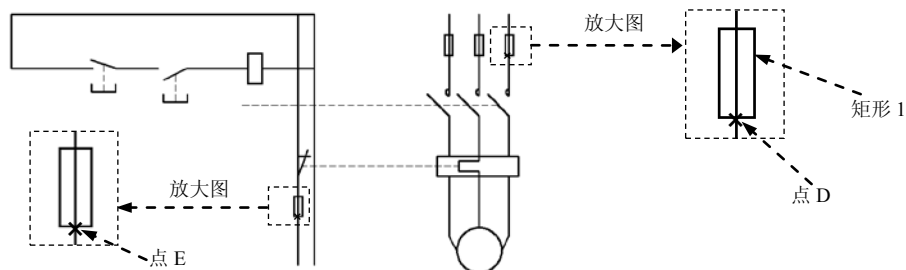

图 17.10.28 图形的复制
(5) 复制图形。选择下拉菜单 **修改** \rightarrow **复制** 命令；选取图 17.10.28 所示的矩形 1 为复制对象，然后按 Enter 键。选取点 D 为复制基点；选取点 E 作为插入基点。按 Enter 键完成矩形的复制操作，如图 17.10.28 所示。